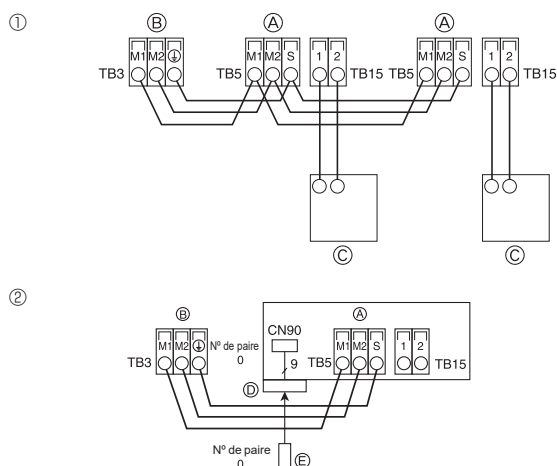

Fig. 4-8
4.5. Raccordement des câbles de télécommande et des câbles de transmission intérieur et extérieur (Fig. 4-8)